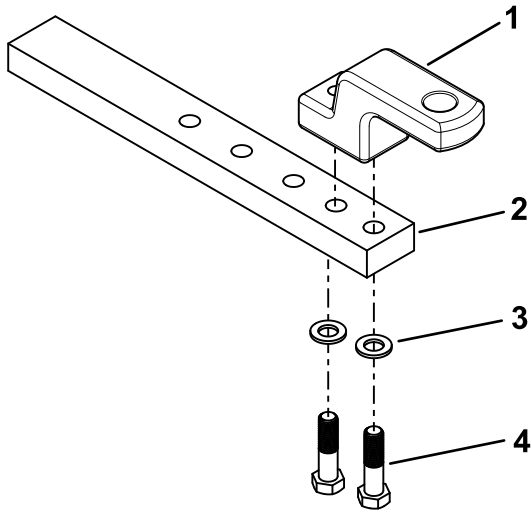

Figura 6
- Utilizzate 2 viti (M18) e 2 rondelle per fissare la barra a martello alla barra di traino (Figura 6).